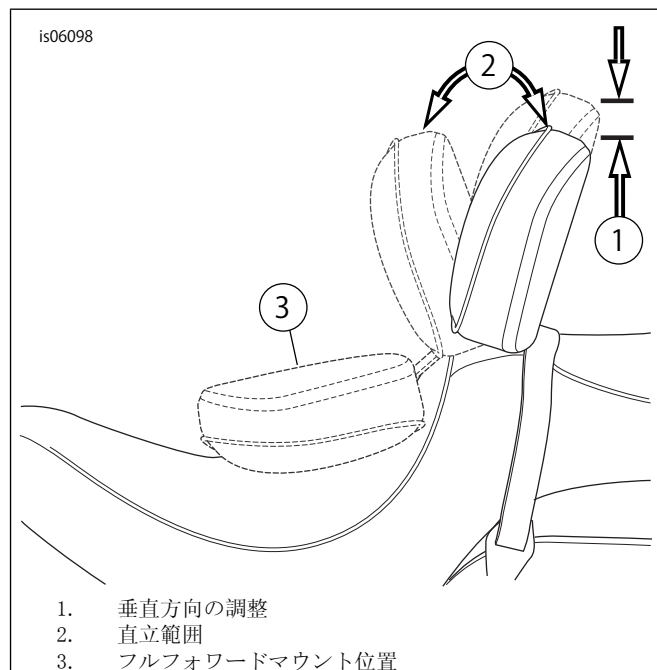

図8。バックレストの位置
7. 図8を参照してください。バックレストとシートを所定の位置に置き、バックレストが一番前(3)にくるまで押しします。バックレスト機構はシートの下側と挿入されたシートプロテクターに対して押し付けます。
1. 図8を参照してください。アジャストメントハンドルは、バックレストパッドを前方および後方に動かすために使用されます。